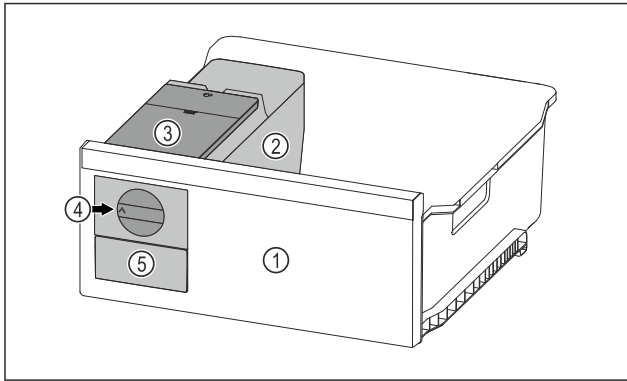

Fig. 90 Beispielfarbige Darstellung
- ▶ Drehknopf Fig. 90 (4) im Uhrzeigersinn bis zum Anschlag drehen.
- ▷ Eiswürfel fallen aus der Eiswürfelschale in das Eiswürfelschubfach Fig. 90 (5).